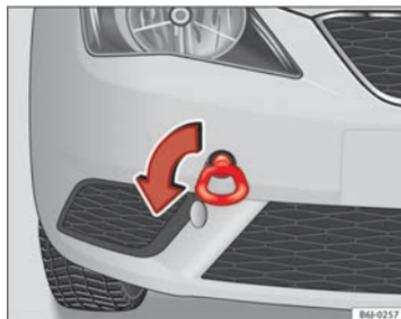

Abb. 190 Einschrauben der Abschleppöse vorne am Fahrzeug
- Die Abschleppöse nach *links* in die vom Pfeil gezeigten Richtung einschrauben ⇒ **Abb. 190**. ■